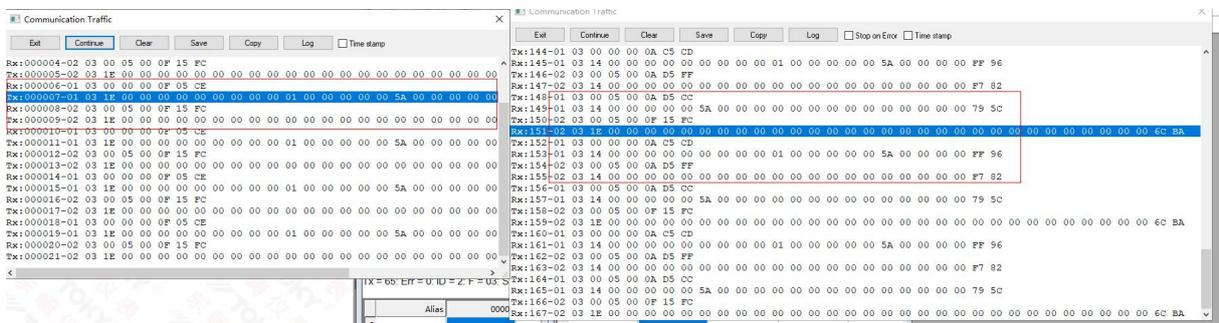

图 26 报文对比, 左侧Modbus Slave收到报文, 右侧Modbus Poll发送报文
④点击Modbus Poll与Modbus Slave的Display,选择Communication, 观测双方报文, 如图26所示, 可以看到, 主机端 (Modbus Poll) 发送了四条命令, 而网关智能整合为两条命令发送给从机端 (Modbus Slave)。